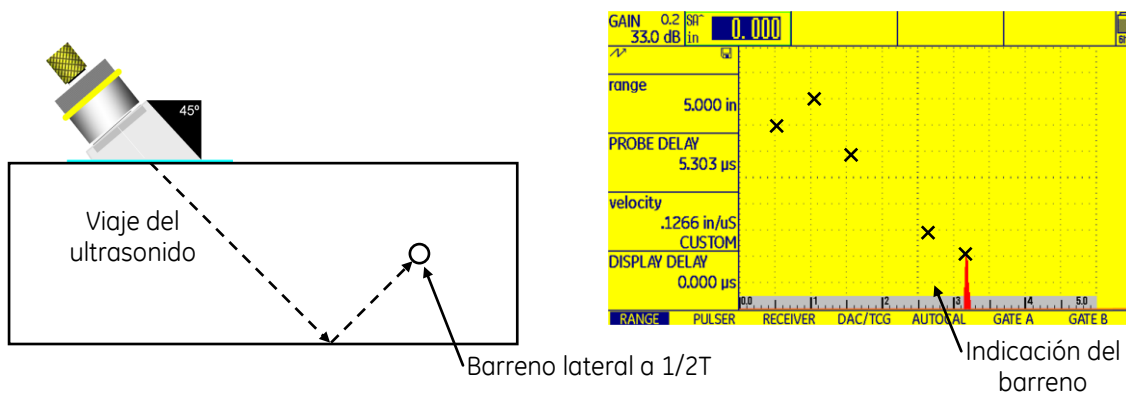

Figura No. 115: Maximizar la quinta indicación de referencia (del barreno ubicado a 1/2T) y marcar sobre la pantalla la posición del pico de la indicación
- Colocar el transductor dirigido hacia el barreno lateral localizado a un medio del espesor del bloque (1/2T), pero ahora detectado con la segunda pierna, y marcar sobre la pantalla la posición del pico de la indicación, figura No. 115.